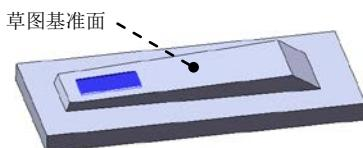

图 12.2.8 切除—拉伸 1
(4) 定义拔模参数。
① 定义拔模类型。在**拔模类型(T)**中选取 中性面(E)单选项。
② 定义拔模角度。在“拔模”对话框中**拔模角度(G)**区域的**D**文本框后输入 2.5。
③ 定义拔模沿面延伸。在**拔模面(E)**区域的**拔模沿面延伸(A):**中选取**无**选项。
(5) 单击√按钮，完成拔模 1 的创建。
Step5. 创建图 12.2.8 所示的切除一拉伸 1。
(1) 选择命令。选择下拉菜单插入(I) → 切除(C) → 拉伸(E)...命令。
(2) 定义特征的横断面草图。
① 定义草图基准面。选取图 12.2.8 所示表面作为草图基准面。